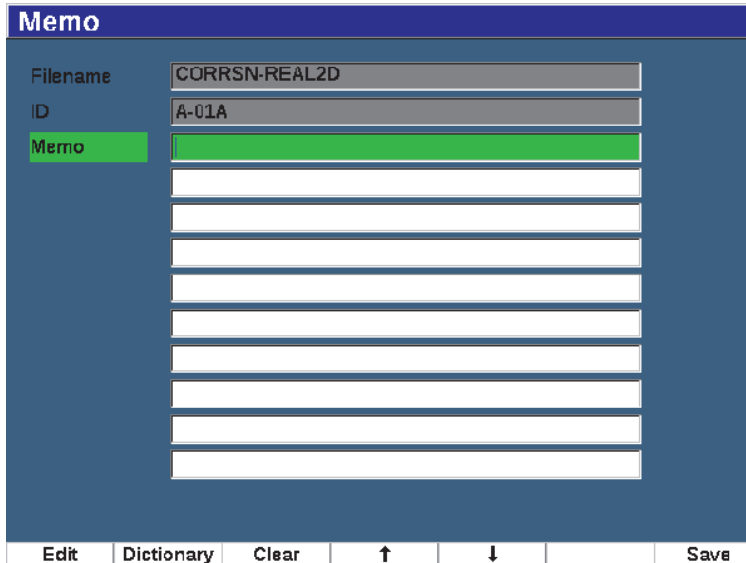

Figure 10-14 Fenêtre Memo
2. Appuyez sur **Edit** (Modifier) [touche P1] et utilisez le clavier virtuel pour ajouter l'information (voir la Figure 10-14 à la page 226).